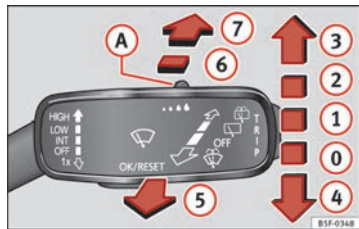

Fig. 71 Manejo del limpiaparabrisas y limpialuneta.
| ② | INT | Barrido a intervalos para el limpiaparabrisas. Con el mando ⇒ fig. 71 (A) ajuste los niveles de intervalo (en vehículos sin sensor de lluvia), o bien la sensibilidad del sensor de lluvia. |
- Presione la palanca del limpiaparabrisas brevemente hacia abajo ⇒ **fig. 71 ④**.